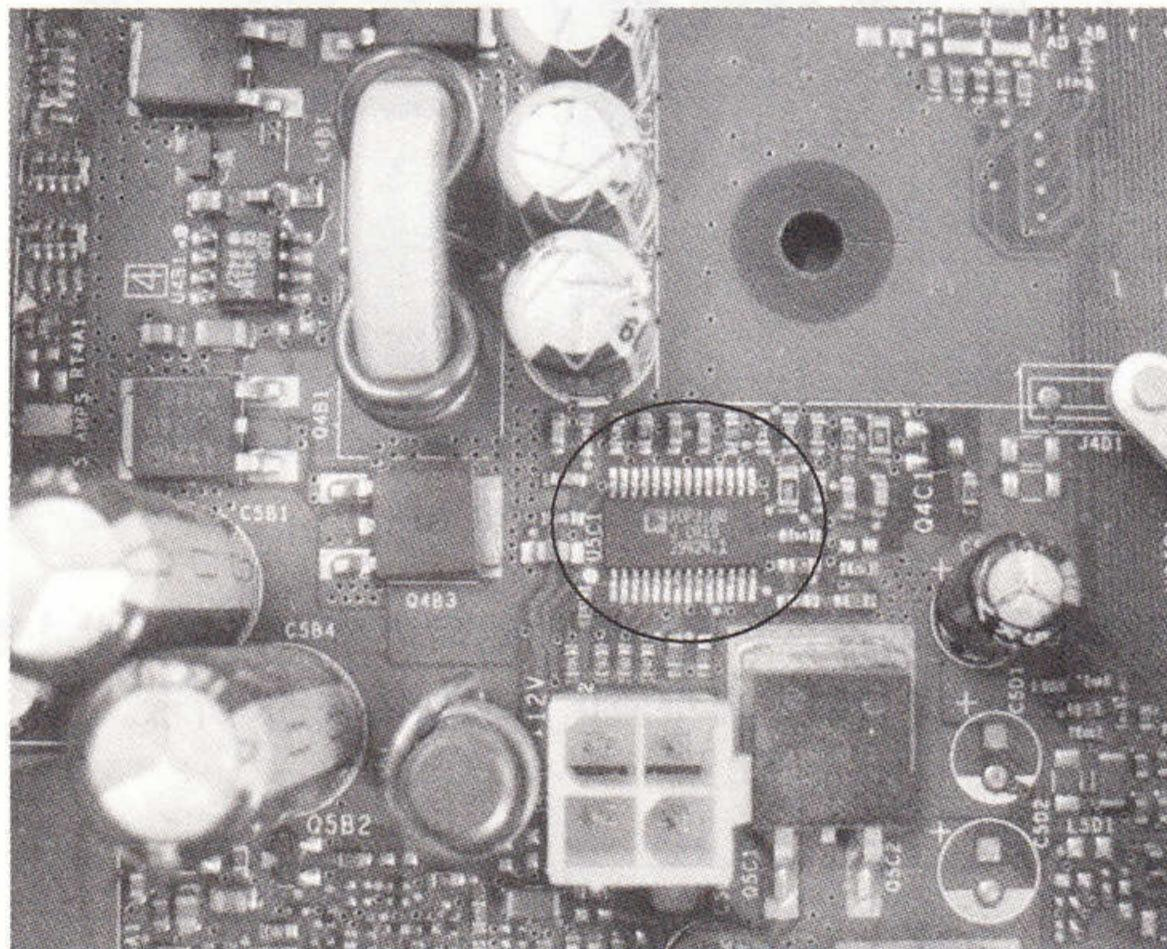

图 5-55 ADP3168 实物图
**维修过程：**更换 ADP3168（见图 5-55 中间的位置）电源 IC 后故障修复。